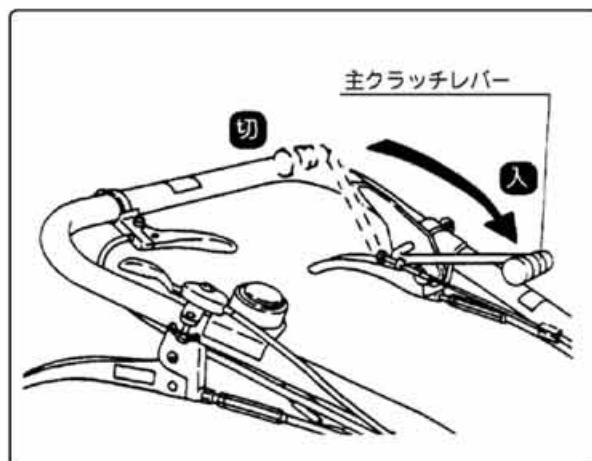

図11
③主クラッチレバーをゆっくり前方に押ししてください。(図11)